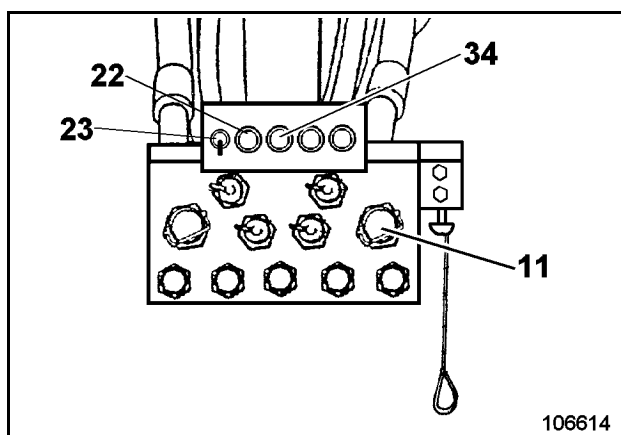

Fig. 3-123:
Llenar el depósito de grasa por medio de la estación de servicio (Fig. 3-123:).
- Conectar el sistema de indicación por medio del interruptor basculante (23, Fig. 3-123:), el testigo (22) se enciende.
- Desenroscar la tapa del cierre rápido (11).
- Cuando está lleno el depósito de grasa, se encenderá el testigo (34).
- Desconectar el sistema de indicación por medio del interruptor basculante (23), el testigo (22) se apagarse.